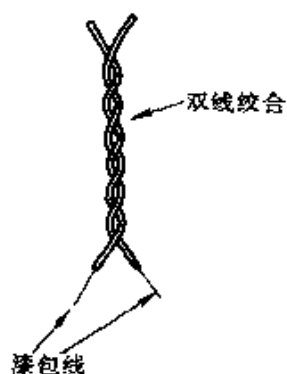

图 3-94
① 将两根互相绝缘的导线(例如漆包线等)绞合在一起,如图 3-94 所示,便构成了一个小容量电容器,其容量约为几个皮